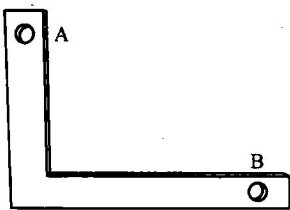

图 3-1
3. 在图 3-1 所示曲杆上 A、B 两点各加一个力，使曲杆处于平衡（杆自重不计）。